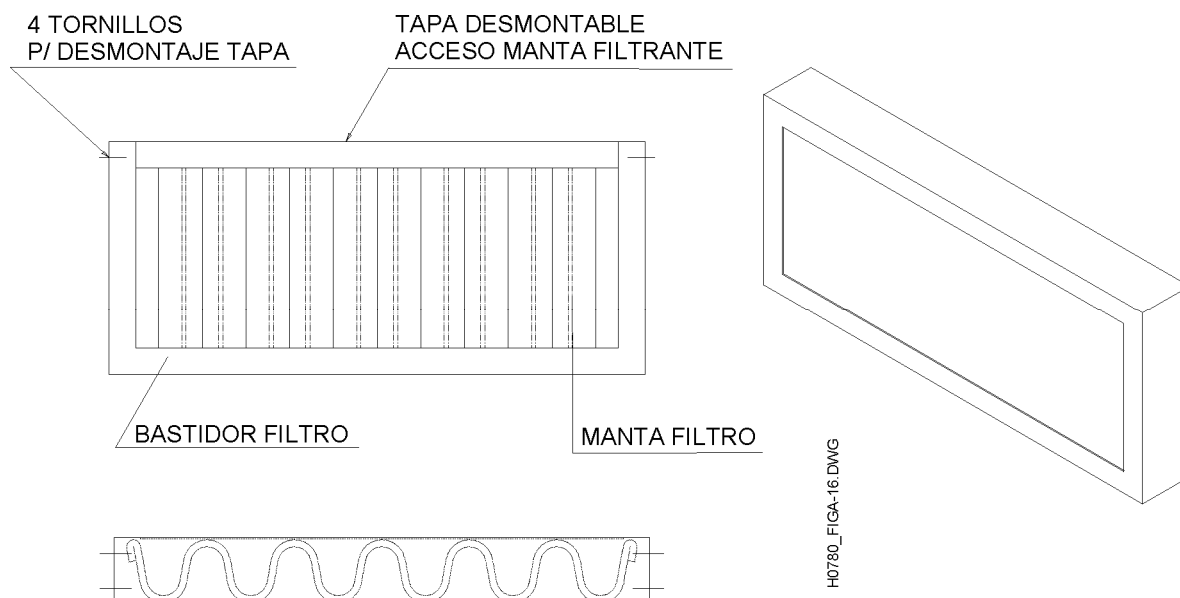

Figura A-16. Filtro de aire
A.3.2.13 Filtros de aire (Figura A-16)